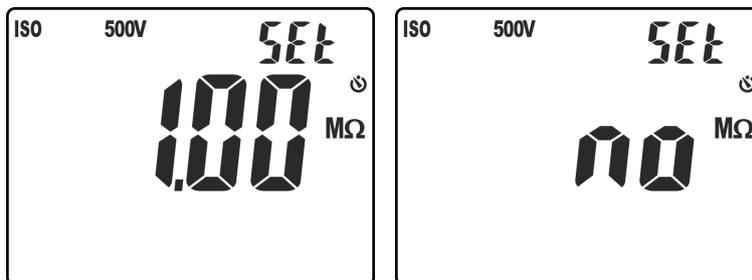

Fig. 16: Configuração do patamar limite na medição de isolamento
5. Premir os botões ∇/OFF ou $\blacktriangle/\text{ZERO}$ para selecionar o valor entre as opções: **0.10M Ω** , **0.230M Ω** , **0.50M Ω** , **1.00M Ω** , **100M Ω** , **não (no)**. A opção “no” indica a não configuração do patamar (ver Fig. 16)
4. Premir e manter pressionado o botão **VTEST/LIM** (>2s) para configurar o patamar limite mínimo na medição. O símbolo “Set” fica intermitente no display. Premir os botões **▼/☼** ou **▲/ZERO** para selecionar o valor entre as opções: **0.10MΩ**, **0.230MΩ**, **0.50MΩ**, **1.00MΩ**, **100MΩ**, **não (no)**. A opção “no” indica a não configuração do patamar (ver Fig. 16)
4. Premir e manter pressionado o botão **V_{TEST}/LIM** (>2s) para configurar o patamar limite mínimo na medição. O símbolo “Set” fica intermitente no display. Premir os botões **▼/☼** ou **▲/ZERO** para selecionar o valor entre as opções: **0.10MΩ, 0.230MΩ, 0.50MΩ, 1.00MΩ, 100MΩ, não (no)**. A opção “no” indica a não configuração do patamar (ver Fig. 16)